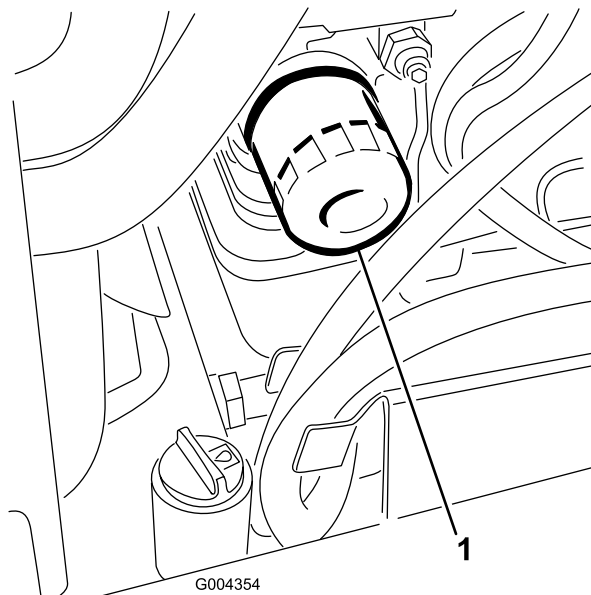

Рисунок 39
3. Извлеките старый фильтр (Рисунок 39) и протрите поверхность прокладки переходника фильтра.